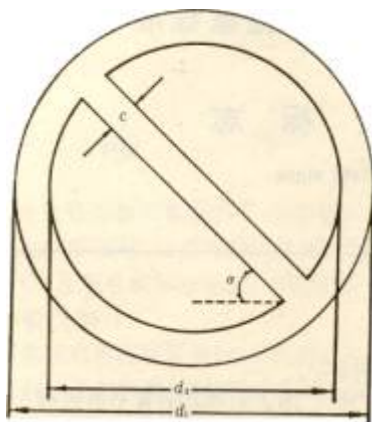

图 1.禁止标志的基本型式
4.1.2 禁止标志的基型型式是带斜杠的圆边框,如图 1 所示: